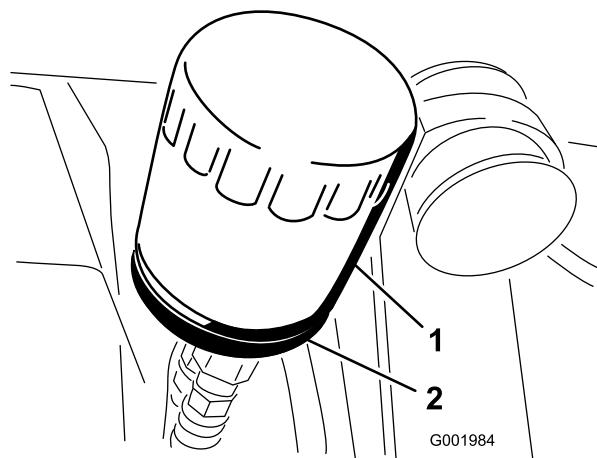

Figura 52
2. Retire el filtro de aceite (Figura 52).
- Instale el filtro de aceite nuevo en el adaptador del filtro. Gire el filtro en el sentido de las agujas del reloj hasta que la junta de goma entre en contacto con el adaptador del filtro, luego apriete el filtro 1/2 de vuelta más (Figura 52).